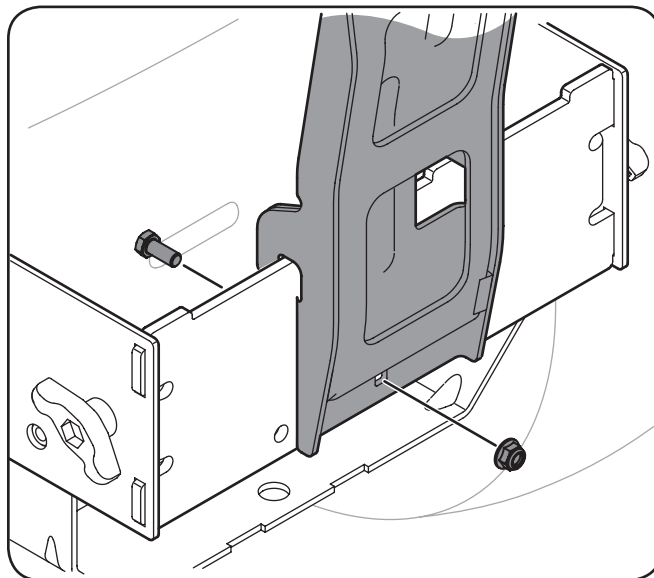

Figure 4-8
1. Installez l'assemblage des battants du dispositif d'ensilage sur l'assemblage de montage du tracteur en l'accrochant sur le plateau d'attelage entre les deux languettes. Consultez la Figure 4-8.
2. Fixez le support vertical de l'ensemble de montage en utilisant un "boulon (710-0376) et l'écrou bride emballés (712-04063) à 5/16 avec le kit de montage 689-00080A. Voir Figure 4-8.